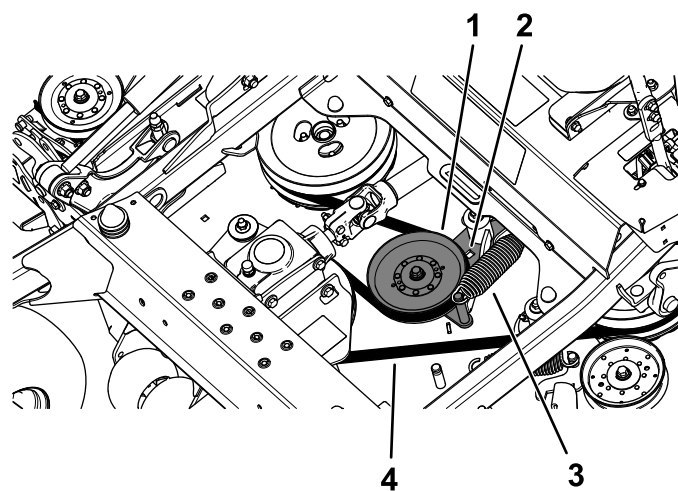

Figura 61
5. Utilice una llave de carraca en el taladro cuadrado del brazo tensor para aliviar la tensión del muelle tensor (Figura 61).
6. Retire la correa de las poleas de la carcasa de corte (Figura 61).